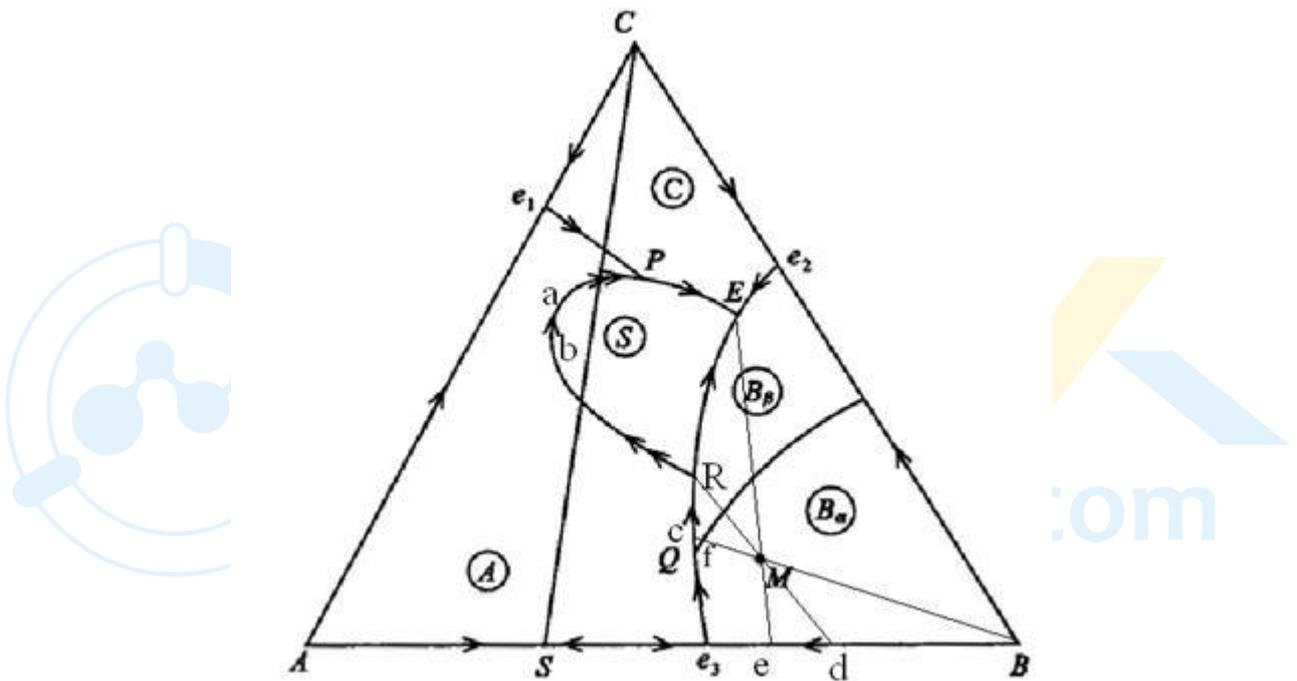

图 6-19
6-31 根据图 6-19 回答下列问题: (1) 用箭头标出各界线的温度下降方向并说明界线性质; (2) 指出各无变量点 E、P、R、Q 的性质, 并写出其相平衡关系; (3) 写出熔体 M 的结晶过程, 说明液相离开 R 点的原因; (4) 画出 AB、BC 二元系统相图。